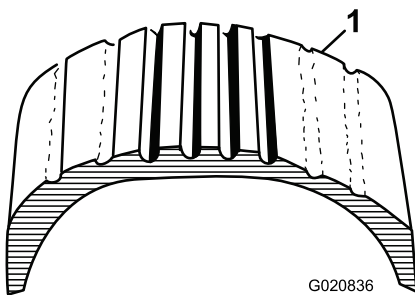
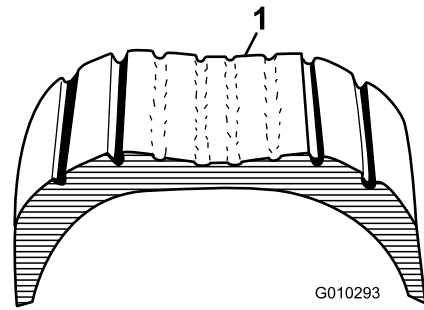

Figura 31
Figura 32
1. Inspeccione visualmente los neumáticos en busca de daños y desgaste (Figura 31 y Figura 32).